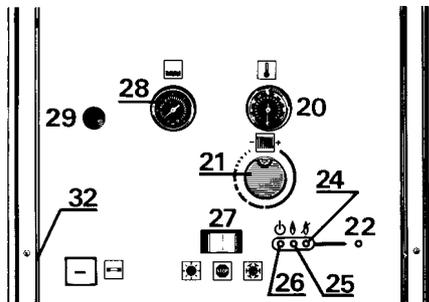
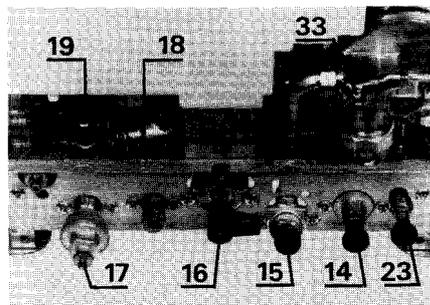

Fig. 1
Fig. 2
Nota : Se il bruciatore non si accende (ad esempio perchè non è stata spurgata tutta l'aria dalla tubazione del gas) il dispositivo di controllo fiamma a ionizzazione interviene entro 5 secondi mettendo in sicurezza la caldaia. Dopo qualche istante si illumina la lampada spia "ROSSA". Per far ripartire la caldaia è necessario premere il pulsante di riarmo (22) (fig. 1) ; il ciclo di accensione ricomincia. Un ritardo di sicurezza è previsto tra due tentativi consecutivi di accensione.
Regolare il termostato della caldaia (21) (fig. 1) in funzione della temperatura esterna e della temperatura interna desiderata.
- Girare verso sinistra la manopola del rubinetto del gas (16) (fig. 2).
- Mettere l'interruttore (27) (fig.1) sulla posizione desiderata "ESTATE" o "INVERNO". La lampada spia "VERDE" si illumina.
In periodi freddi, la manopola del termostato caldaia (21) (fig. 1) può essere lasciata in permanenza al massimo, cioè girata verso il segno "+".
Mettere l'interruttore sulla posizione "ESTATE" (27) (fig. 1). La caldaia funziona unicamente per la produzione di acqua calda.
Chiudere il rubinetto del gas (16) (fig. 2) girando la manopola verso destra.
Per eliminare questo fenomeno chiudere il rubinetto di mandata (14) (fig. 2).
- aprire il rubinetto di riempimento (23) (fig. 2).
- quando la lancetta del manometro (28) (fig. 1) raggiunge 1,5 bar richiudere il rubinetto di riempimento (23) (fig. 2).
- svitare la vite di scarico (33) (fig. 2).
- avvitare a fondo la rondella zigrinata della valvola di sicurezza (17) (fig. 2).
- svitare completamente la rondella zigrinata della valvola di sicurezza (17) (fig. 2).
- aprire il rubinetto di riempimento (23) (fig. 2) e caricare lentamente. Chiudere i vari spurghi d'aria posti sul circuito.
- 2) Chiudere i rubinetti posti sulla mandata e sul ritorno dell'impianto di riscaldamento (14 e 19) (fig. 2) spingendo e avvitando a fondo.
- 3) Avvitare a fondo la rondella zigrinata della valvola di sicurezza (17) (fig. 2).